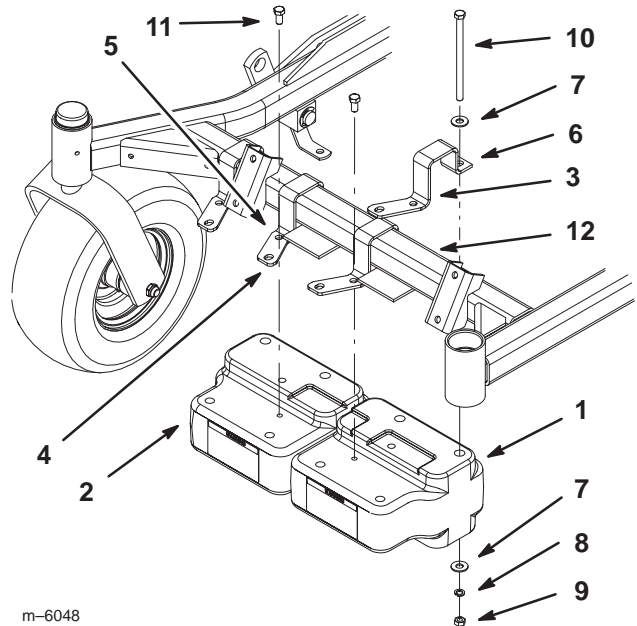

Figure 22
Remarque : Des masses et leurs supports sont placés à gauche et à droite (Fig. 22).
3. Les deux trous étant dirigés vers l'avant, placez les supports de masses gauche et droit sur le bâti avant (Fig. 22).
4. Montez les masses dans les trous arrière des supports à l'aide de 4 boulons (3/8 x 6-1/2"), 8 rondelles plates (3/8"), 4 rondelles de blocage (3/8") et 4 écrous (3/8") (Fig. 22).
5. Dans les trous centraux des supports, insérez 2 boulons (3/8 x 3/4") dans les masses (Fig. 22).